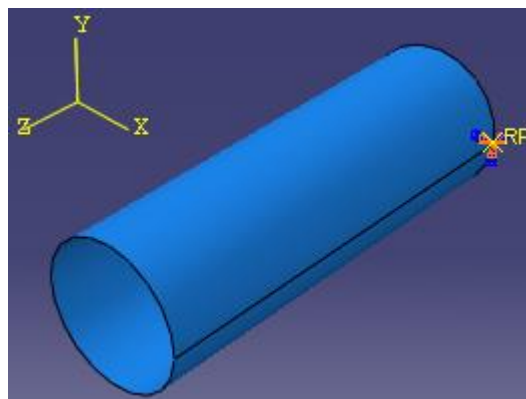

Рисунок. 7.77 – Граничные условия для штифта на первом этапе анализа
2) Граничное условие с именем **NoSlip**, которое ограничивает все степени свободы, в процессе первого шага анализа. На втором шаге анализа (шаге, в котором прикладывается нагрузка) мы изменим это граничное условие таким образом, чтобы штифту было позволено перемещаться в направлении X (U1) и вращаться вокруг оси Y (UR2). Рисунок 7.77 иллюстрирует это граничное условие, примененное в опорной точке.
В графическом окне выберите опорную точку жесткого тела на штифте в качестве области, к которой будет приложено граничное условие (Рисунок. 7.77). Щелкните средней кнопкой мыши, чтобы указать, что вы закончили выделение областей.